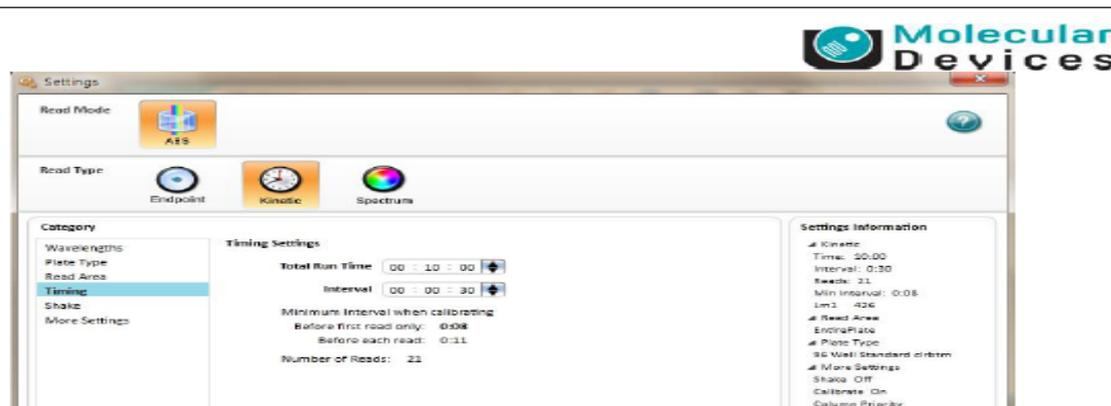

Figure 4. Kinetic read, timing setting window
- ①  : **ABS, Absorbance mode**, 흡광 측정
- ①  : **Endpoint**, Well 중앙의 sample을 detection하는 방법이며, 모든 read mode에서 측정이 가능한 방법입니다.
- ②  : **Kinetic**, 일정 시간을 setting하여 그 시간 내에 특정 interval로 detection하는 방법입니다 (Fig. 4).